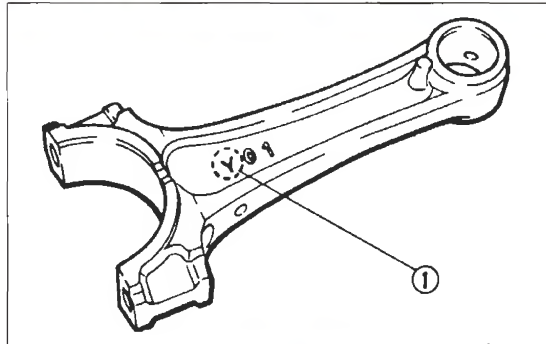
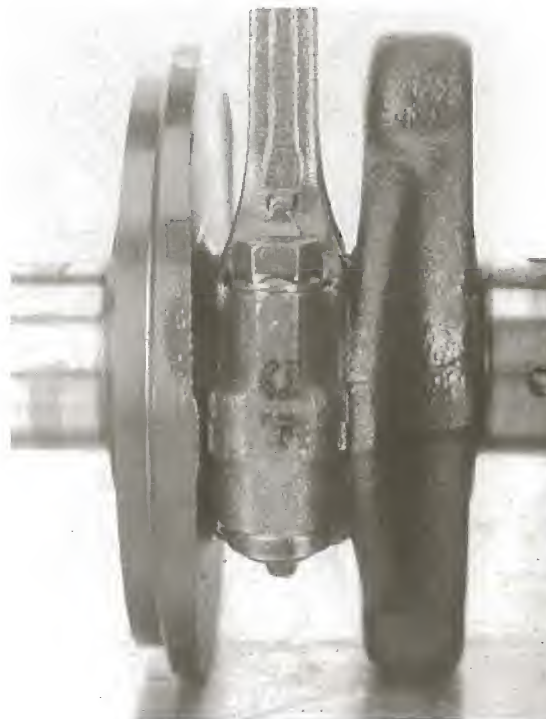

Bild 147
Bild 148
- Pleuel so an Kurbelwelle montieren, dass Pleuelmarkierung (Bild 147) nach links weist. Darauf achten, dass Buchstabenhälften an Pleuelstange und Lagerdeckel perfekt zueinander passen (Bild 148).
- Pleuellagerdeckel weisen die Nummer 4 oder 5 auf (Bild 148).
● Pleuel so an Kurbelwelle montieren, dass Pleuelmarkierung (Bild 147) nach links weist. Darauf achten, dass Buchstabenhälften an Pleuelstange und Lagerdeckel perfekt zueinander passen (Bild 148).